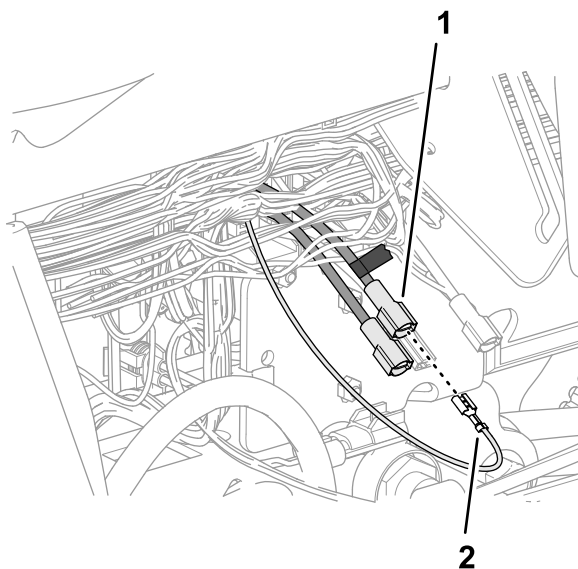

Figure 192
5. Branchez le connecteur à lame que vous avez repéré à l'opération 4 au connecteur à douille au bout du fil rose de 51 mm du faisceau du kit (Figure 192).